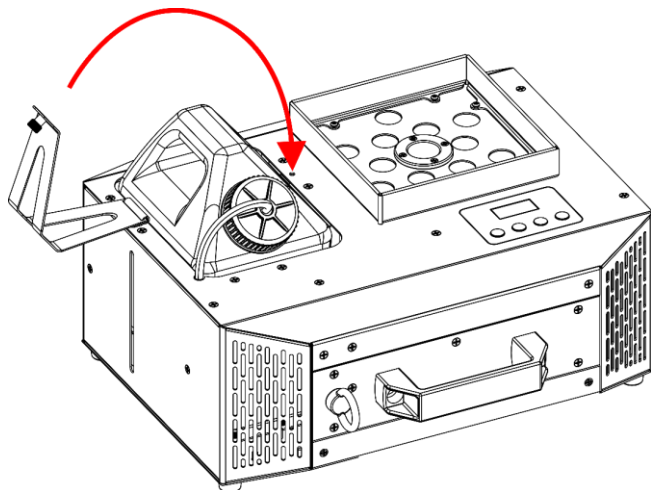

Fig. 36
- 11) Basculez le **support du réservoir de liquide (03)**, comme indiqué sur la Fig. 36.